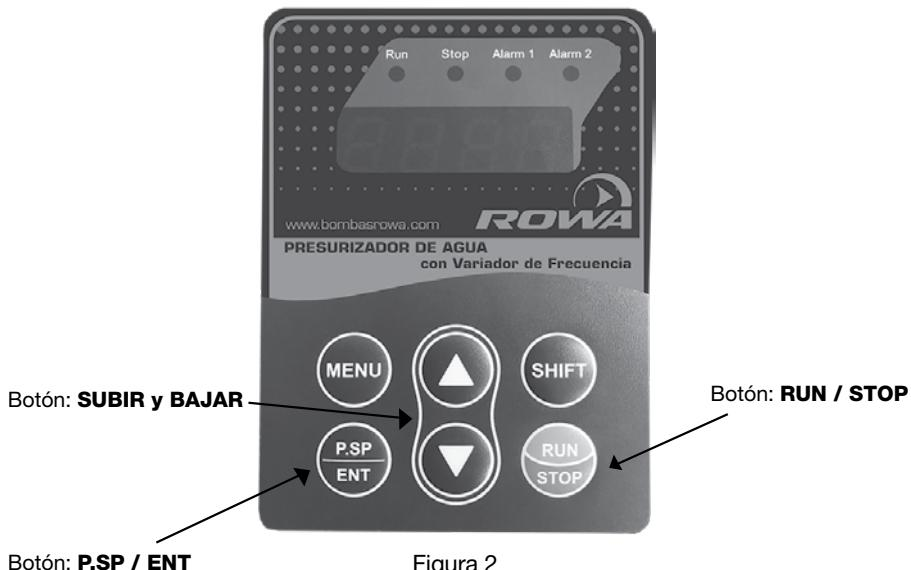

Figura 2
- Presionar el botón RUN/STOP para que el equipo se detenga como muestra en la Figura 2.
- Presionar el botón **P.SP/ENT** por 2 segundos para modificar el valor de presión corte. (Ver Figura 2).